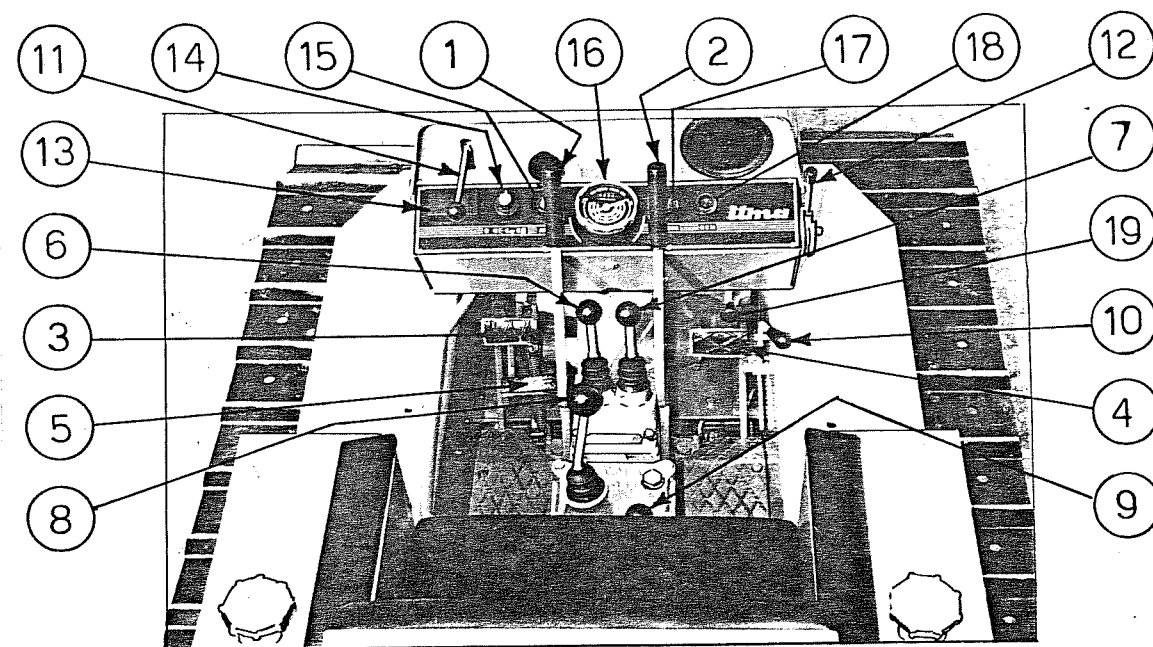

fig.4
Descrizione dei comandi (fig.4)
- 2) Portare la leva dell'acceleratore nella posizione di massimo carico(12 fig.4).
- 3) Inserire la chiavetta nell'interruttore generale e comando avviamento(15 fig.4) , quindi girare in senso orario oltre il primo scatto di innesto contatto.
- 2) Controllare che il freno a mano sia disinserito (10 fig.4).